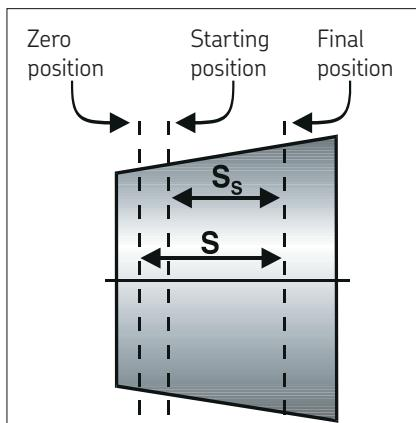

Figura 14. Posición del rodamiento
tuerca HMV(C) E. Véase la figura 14. También puede enroscar directamente el manómetro digital SKF en la tuerca hidráulica. Cale el rodamiento en el cono la distancia necesaria. Utilice un comparador para vigilar el calado axial.